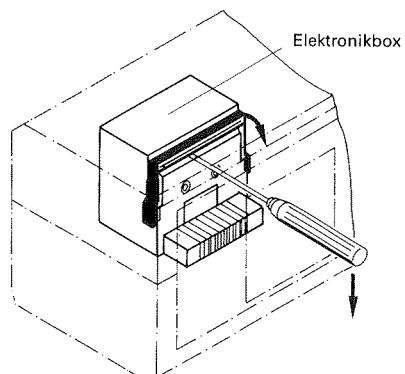

Abb. 4.4
4. Griff der Elektronikbox nach vorn kippen (Abb. 4.4).